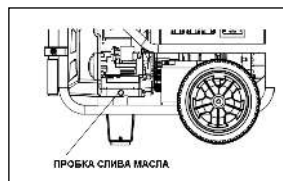

Рис. 20
- Найдите месторасположение маслосливной пробки (Рис. 20).